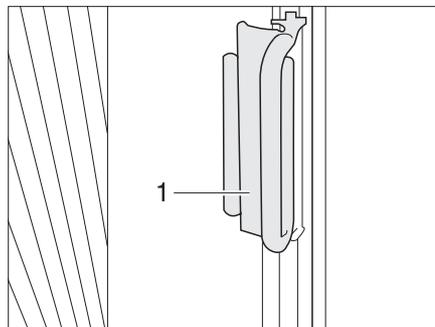

Bild 27 Verriegelung faltverdarklung Fahrer-/Beifahrerfenster
- Die faltverdarklungen für das Fahrerfenster und das Beifahrerfenster mit dem Griff (Bild 27,1) auf den Aufsatz schieben. Die faltverdarklung ist gesichert.